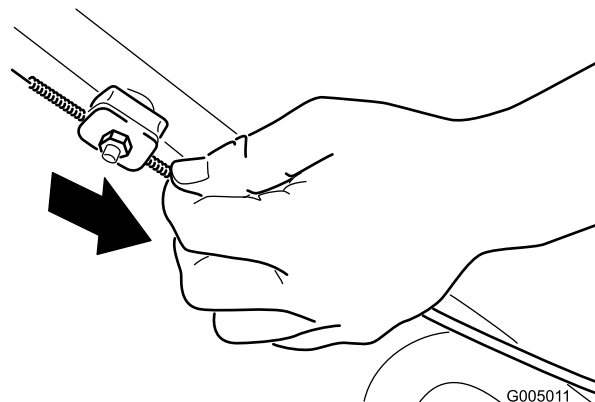

Figure 23
2. Baissez la gaine du câble vers le bas (vers la tondeuse) pour éliminer le mou du câble (Figure 23).